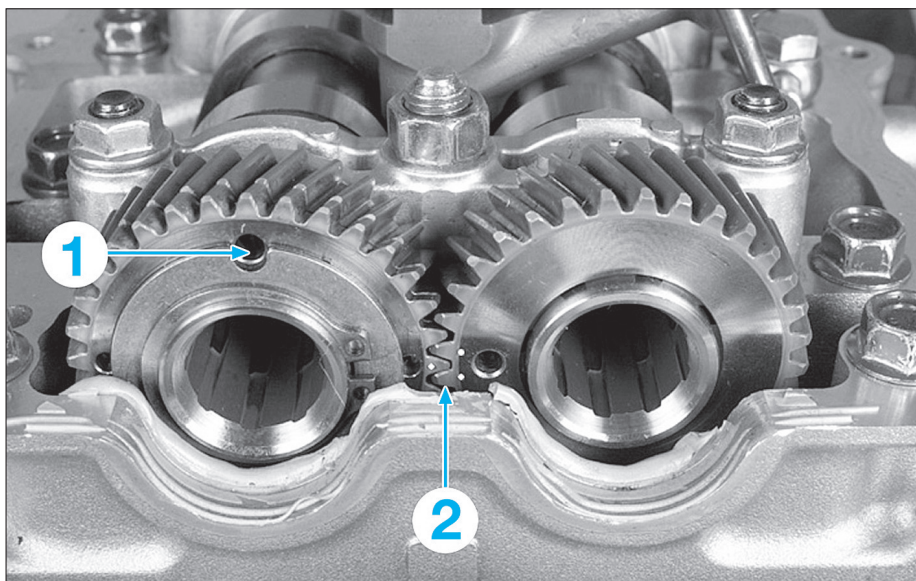

FIG. 35
- Aligner les repères (2) (fig. 35) des pignons d'arbres à cames. Ceux-ci doivent être au même niveau que l'arête du carter d'arbres à cames (position verticale du trou (1) de l'outil de pigeage pour la précontrainte du pignon d'arbre à cames d'échappement).